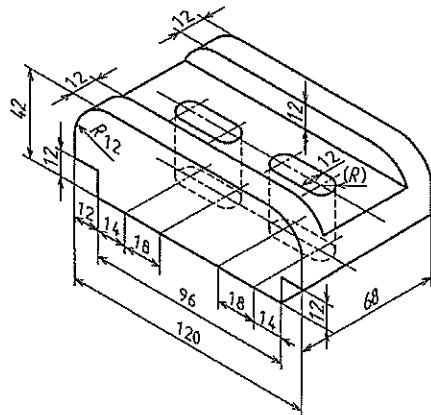

図3 部品立体図
9. 図3の立体図の部品の体積と質量を計算せよ。ただし、図中の単位は [mm]、材料は密度  $7.2 \times 10^6 \text{ kg/mm}^3$  の鋳鉄とし、体積と質量の単位は [ $\text{mm}^3$ ] と [ $\text{g}$ ] とすること。